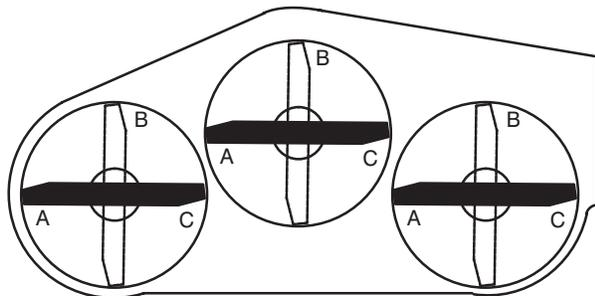

Figure 29
5. Positionnez les 3 lames en position A (Fig. 29) et mesurez de la surface de niveau au bas de la pointe de chaque lame (Fig. 30).
6. Prenez note de la mesure obtenue en position A, tournez les lames jusqu'à la position B (Fig. 29), mesurez la distance de toutes les lames à la surface de niveau et prenez-en note (Fig. 30).
7. Tournez les lames jusqu'en position C et prenez note de la distance mesurée (Fig. 29 et 30).